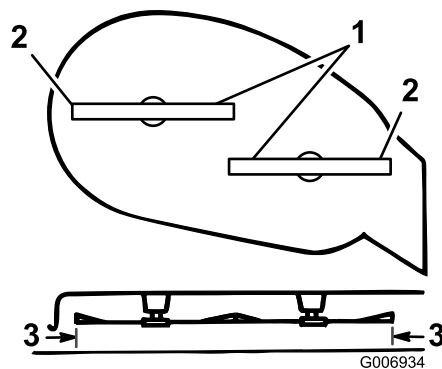

Figura 36
5. Gire cuidadosamente las cuchillas colocándolas perpendicularmente al sentido de avance de la máquina (Figura 36).
6. Mida entre los bordes de corte exteriores y la superficie plana (Figura 36). Si hay una diferencia de más de 5 mm entre ambas dimensiones, ajústelas y continúe con este procedimiento.